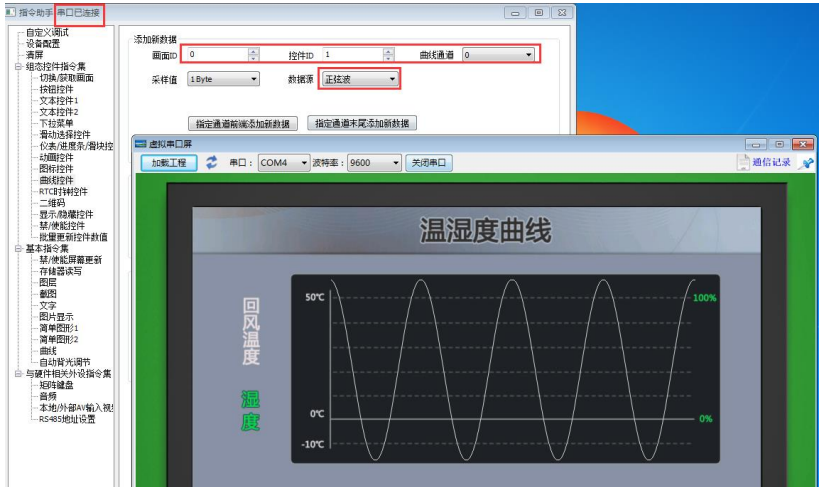

图 4-23 虚拟串口屏
4、运行虚拟串口屏或者把工程下载到串口屏里，然后打开指令助手，设置好相关参数，发送曲线数据，虚拟串口屏会显示输入的曲线，如图 4-23 所示。